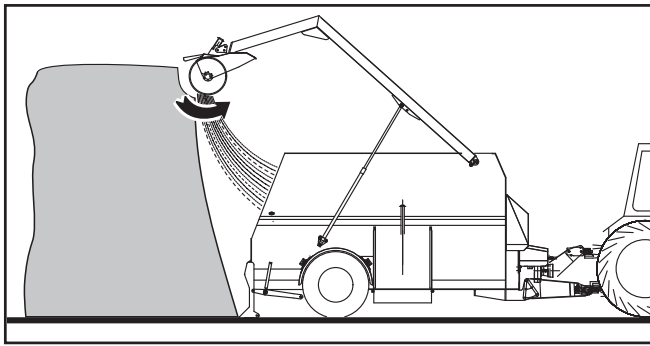
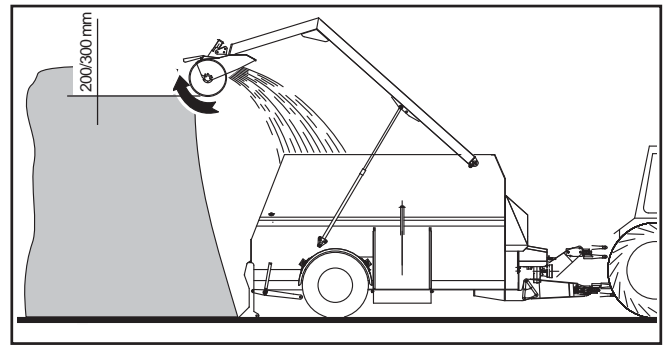

fig.1
fig.2
- 5) Verwijder de bedekking op het product dat wordt gefreesd (indien het product is afgedekt) om stoten tijdens de productafvoer na het frezen te voorkomen. Laat de frees eerst langzaam naar links draaien (fig. 1) met de aftakas op een toerental van circa 300/400 t. Begin te frezen; regel de daalsnelheid met de speciaal daarvoor bestemde knop en laat de frees circa 200/300 mm zakken. Stop de draaibeweging en keer de draairichting om (fig. 2). Versnel de motor totdat de aftakas 540 toeren/min maakt en ga door met de rest van het product in de machine te laden.